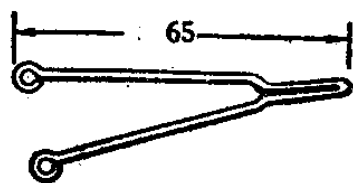

图 3-14
2. 烙鉄头的制作:用尖嘴鉗把直径 1 毫米左右、长 140 毫米的裸銅綫弯成图 3-14 所示的形状,在它的两端分別弯一个小圓孔,以便总装配的时候可以用小螺絲将它固定在烙鉄头支架上。